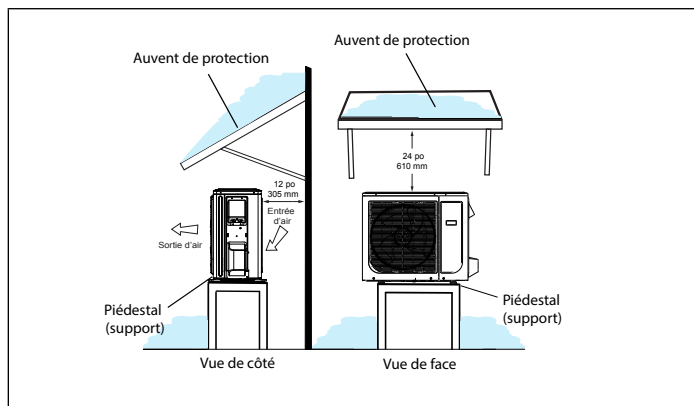
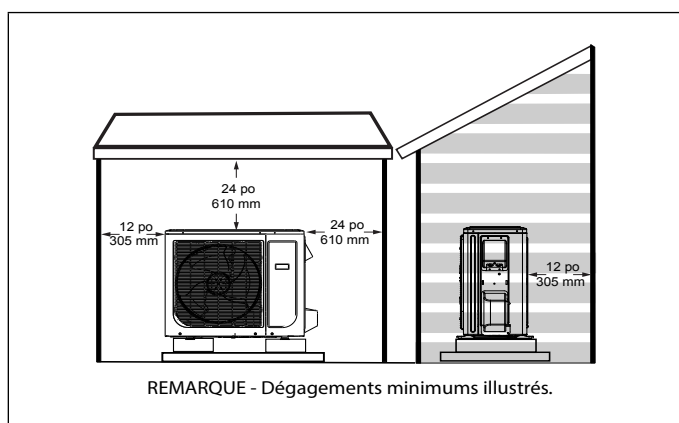

Figure 13. Unité extérieure sur piédestal et sous auvent de protection
Figure 18. Abri de style niche à chien
- Si l'unité extérieure peut être exposée de manière prolongée aux rayons directs du soleil et atteindre des températures dépassant 100 °F (38 °C), il est recommandé de construire un auvent comme illustré à la « Figure 13. Unité extérieure sur piédestal et sous auvent de protection » ou à la « Figure 18. Abri de style niche à chien » à la page 12.
- Installer l'unité à l'écart des porte-à-faux des toits pour empêcher l'eau ou la glace de tomber sur ou devant l'échangeur ou l'unité. Construire un auvent comme illustré à la « Figure 13. Unité extérieure sur piédestal et sous auvent de protection ».
- L'unité extérieure peut être installée dans un abri de style niche à chien comme illustré à la « Figure 18. Abri de style niche à chien ».